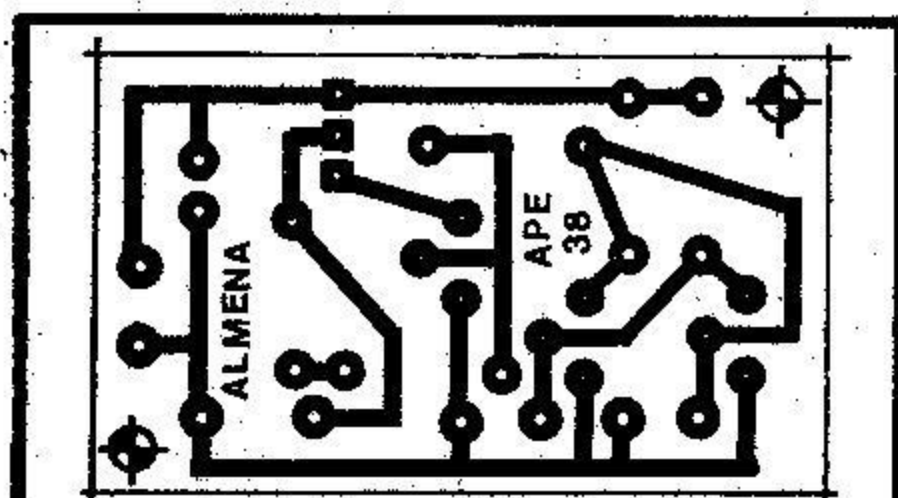

Fig.2
- FIG. 2 - LAY OUT DO CIRCUITO IMPRESSO ESPECÍFICO - A plaquinha é - como já dissemos - simples e pequena, incapaz de "assustar" mesmo o iniciante que nunca antes tenha realizado um Circuito Impresso (está mais do que na hora de "começar", não é...?). O desenho, em tamanho natural, pode ser "carbonado" diretamente sobre a face cobreada de uma placa "virgem" de fenolite, a seguir processada pelos métodos tradicionais (traçagem com tinta ou decalque ácido-resistentes, corrosão, furação e limpeza...). Quem optar pela aquisição do ALMENA em KIT (ver ANÚNCIO em outra parte da presente Revista...) poderá "fugir" dessa parte mais "chata" da montagem, uma vez que receberá a placa prontinha... Em qualquer dos casos, lembramos: o Hobbysta "começante" deve ler com atenção as INSTRUÇÕES GERAIS PARA AS MONTAGENS, que estão permanentemente "enfiadas" lá no começo de A.P.E. (perto da História em Quadrinhos...), para um perfeito aproveitamento das inerentes vantagens dos Circuitos Impressos.